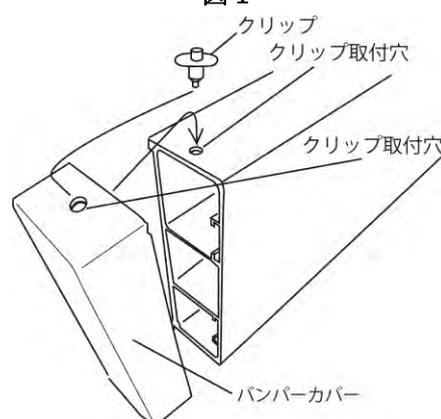

図4
- ③図4を参考に、バンパーカバーをアルミ・リア・バンパーの左右の端にはめ込み、クリップ取付穴の位置を合わせて、クリップで固定してください。この時、バンパーカバーの水抜き穴が下になる様に取り付けてください。